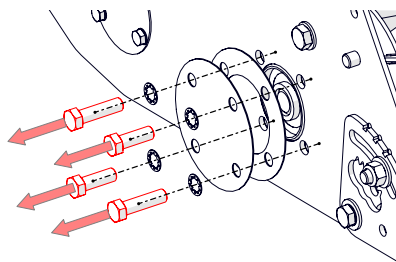
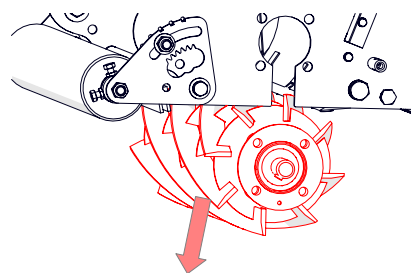

Fig. 18I – Remova os parafusos de fixação do cilindro do lado direito.
Fig. 18J – Remova o cilindro da máquina.
10. Retire os 4 parafusos sextavados M12 (Fig. 18I) que fixam o cilindro no lado direito. Baixe cuidadosamente o cilindro, afastando-o da máquina (Fig. 18J)